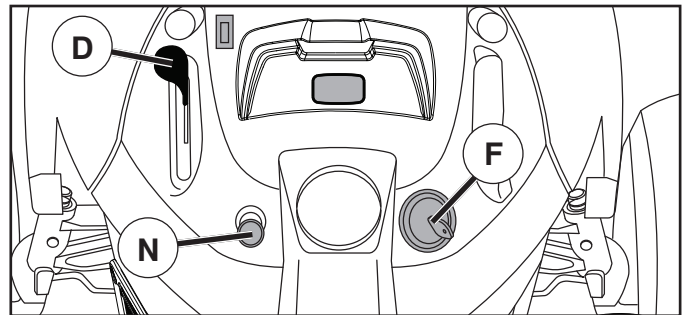

Fig. 6
- Placez la commande des gaz en position (D) intermédiaire (entre rapide et lent).
- Tournez la clé de contact à la position coupée (F) STOP et enlevez-la. Enlevez toujours la clé de contact quand vous quittez le tracteur pour empêcher l'emploi non autorisée.
## POUR UTILISER LA COMMANDE DES GAZ (D) (Voir la Fig. 6)
## POUR UTILISER L'ÉTRANGLEUR (N) (Voir la Fig. 6)